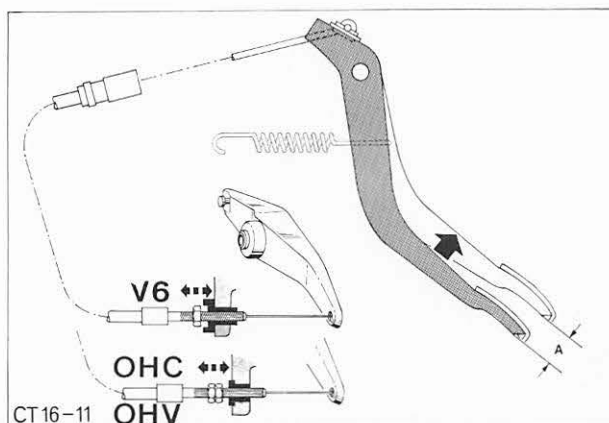

Abb. 27 Einstellung – Kupplungsspiel
8. Kupplungsspiel vorschriftsmäßig, wie in Position 16 713 beschrieben, einstellen. Abb. 27.